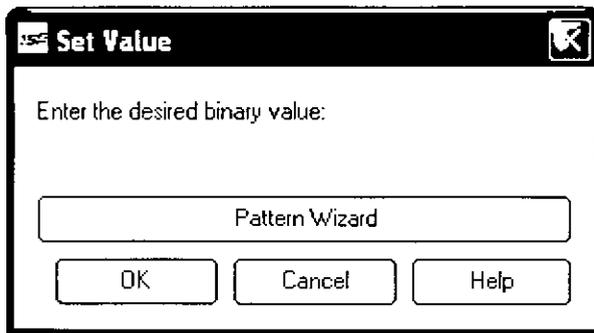

Fig. 15. Ventana Asignación de valor de señal.
- Presionar el botón Pattern Wizard, ver Fig. 15.